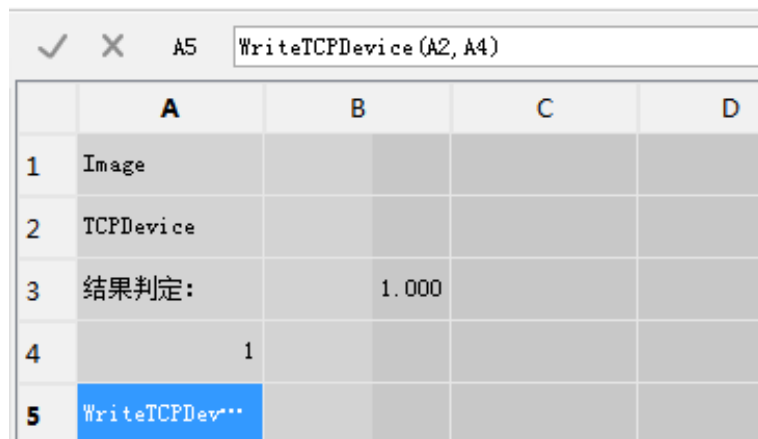

图 3-11 添加“WriteTCPDevice”工具
- 在图 3-10 中的 A5 单元格中输入 WriteTCPDevice(A2,A4)。A2 表示 TCP 设备，TCPDevice 的数据结构的引用。引用的单元格为 TCPDevice (A2)；A4 表示需要写入 TCP 设备的数据内容；输入完成后，按“Enter”键确认，输出结果如图 3-11 所示。
3. 运行后，视觉控制器将一直向机器人发送图 3-11 中的 A4（内容为 1），内容可在机器人相关接口或程序中查看。